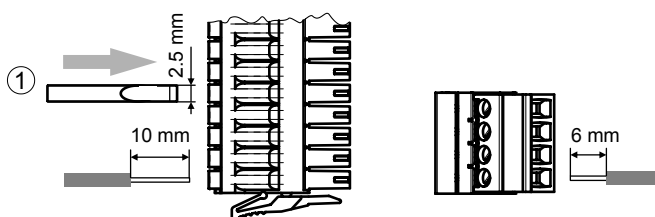

Fig. 8
- Note bare lengths (Fig. 8).
•	<p>Falsche Polarität und Kontaktsicherheit</p> <p>Defekt des Mehrfach-Linientrenners oder Leitungsunterbruch</p> <ul style="list-style-type: none"> • Beachten Sie beim Anschließen an die Melderlinie die Plus- und Minusanschlüsse. • Beachten Sie die Abisolierlängen (Fig. 8). • Schließen Sie pro Klemme nur einen Draht an.